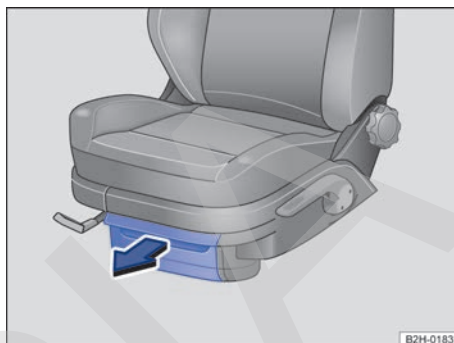

Fig. 99 Portaobjetos debajo de los asientos delanteros: portaobjetos con tapa (variante 1).
– Para *abrir* la tapa, accione el cierre y tire en el sentido de la flecha → fig. 99.